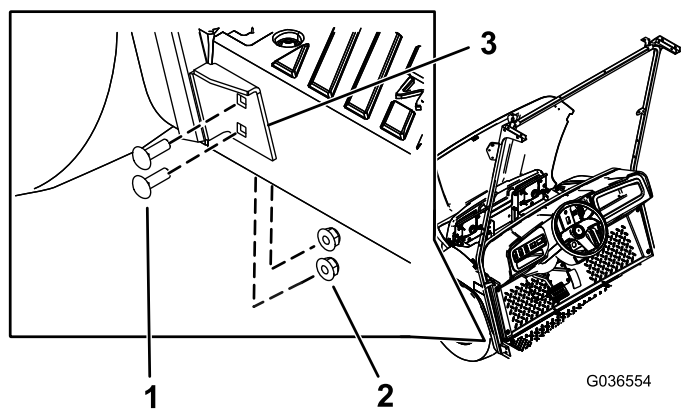

图6
5. 用 4 个托架螺栓 (5/16 x 1 英寸) 和 4 个凸缘螺母 (5/16 英寸) 将风挡支撑的下支架固定到机器左侧步骤 2 中钻出的孔内 (图6)。